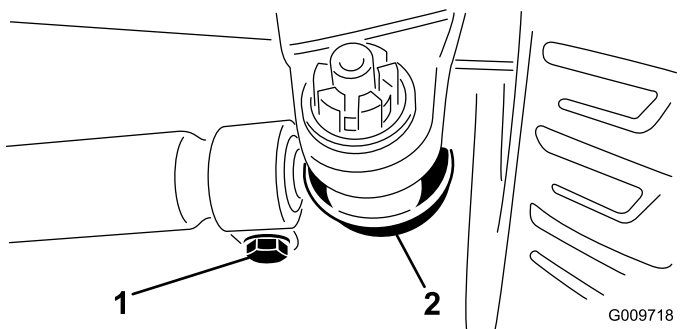

Bild 71
2. Entfernen Sie zum Einstellen den Splint und die Mutter von einem der Spurstangen-Kugelgelenke (**Bild 71**) und nehmen Sie das Spurstangen-Kugelgelenk von der Achsengehäusestütze ab.
3. Lockern Sie die Klemmen an beiden Enden der Spurstangen (**Bild 71**).